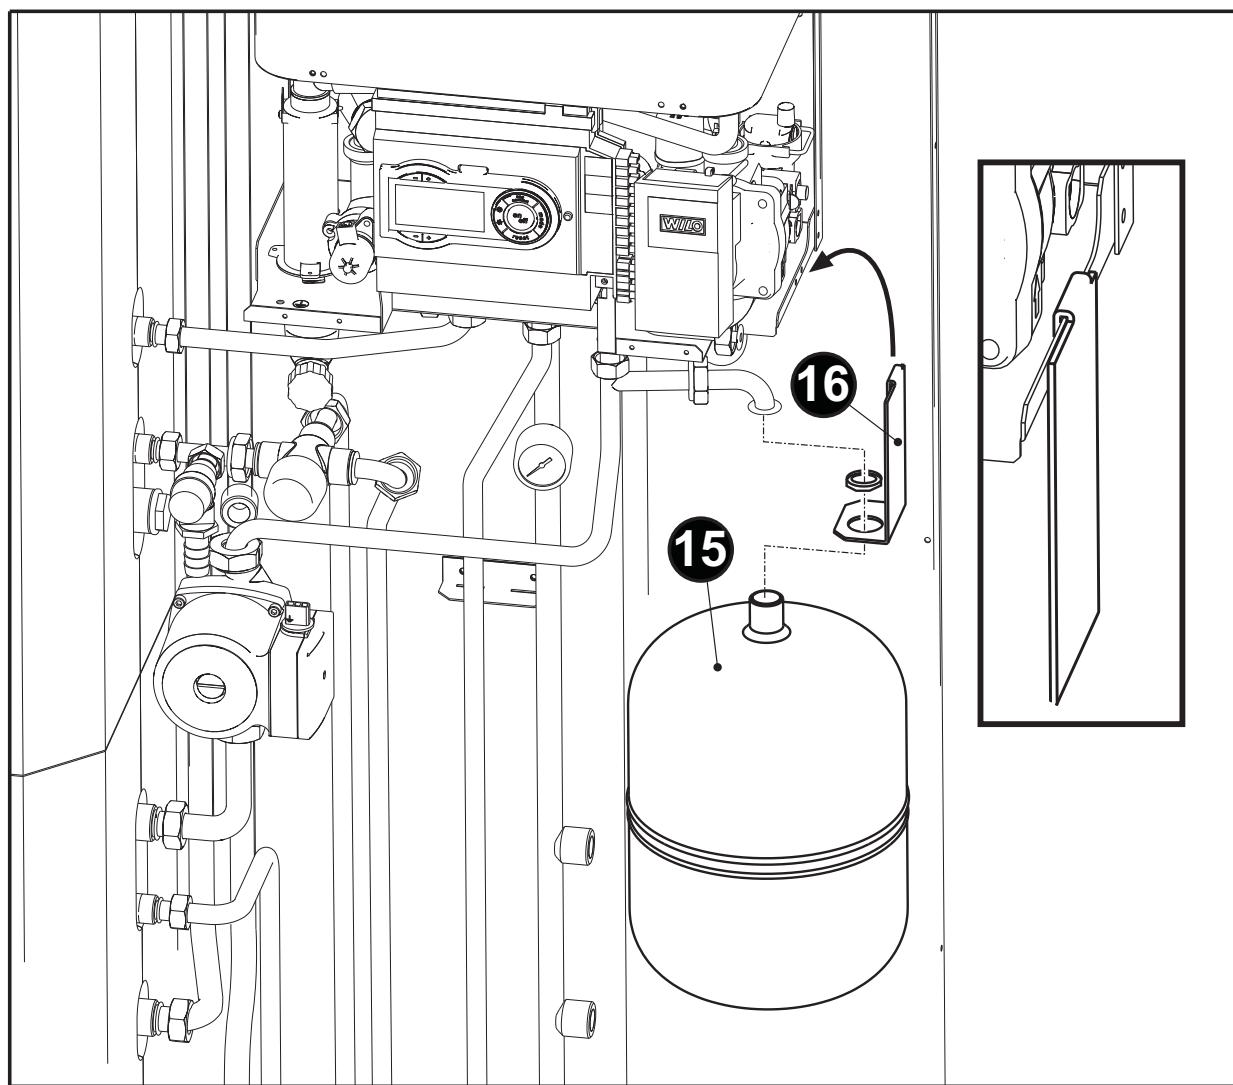

fig. 41
- Agganciare la “**staffa - 16**” alla caldaia come mostrato nel riquadro di fig. 41